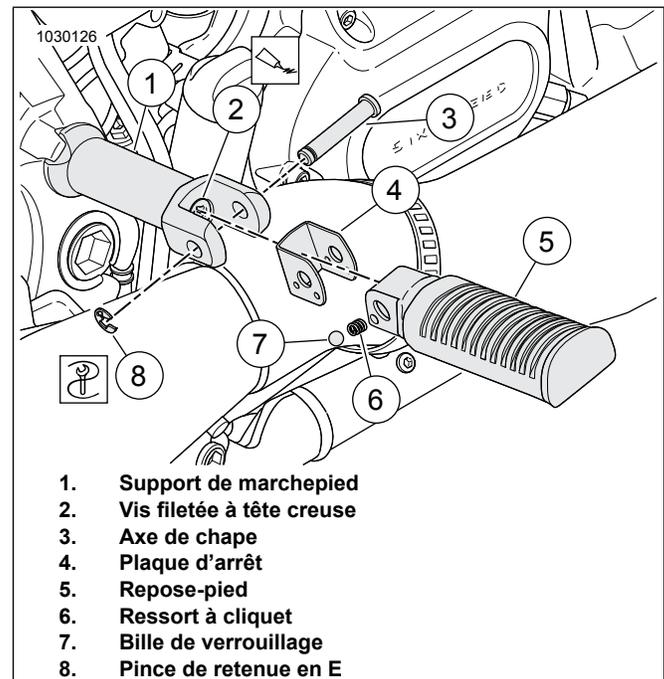

Figure 1. Repose-pied de passager Softail
1. Consulter Figure 1 Retirer la pince de retenue en E (8) et l'axe de chape (3) du support de repose-pied (1). Retirer le repose-pied (5) et le conserver pour une utilisation ultérieure.
2. Retirer la plaque crantée (4), le ressort à cliquet (6) et la bille de verrouillage (7) du support de repose-pied.
3. Retirer la vis filetée à tête creuse (2) et le support de repose-pied (1) du véhicule.
Se référer à Figure 1 pour l'installation des nouvelles pièces de repose-pied sur le véhicule.